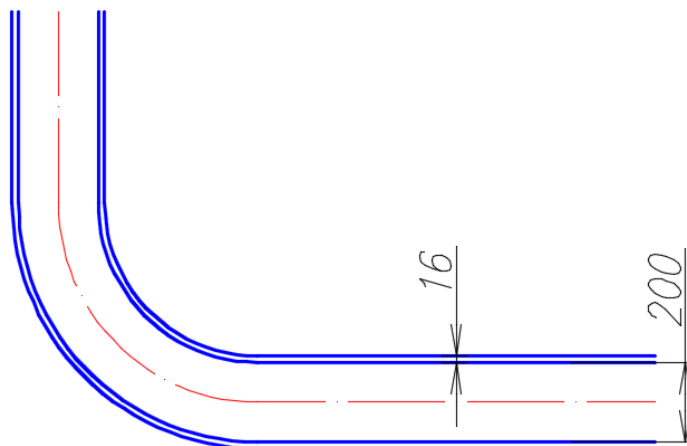

Рис. 107. Чертеж контуров стенок патрубка для выхода загрязненного абсорбента
8.3. Выполнить внутренний и внешний контур стенки патрубка для выхода загрязненного абсорбента (рис. 107):